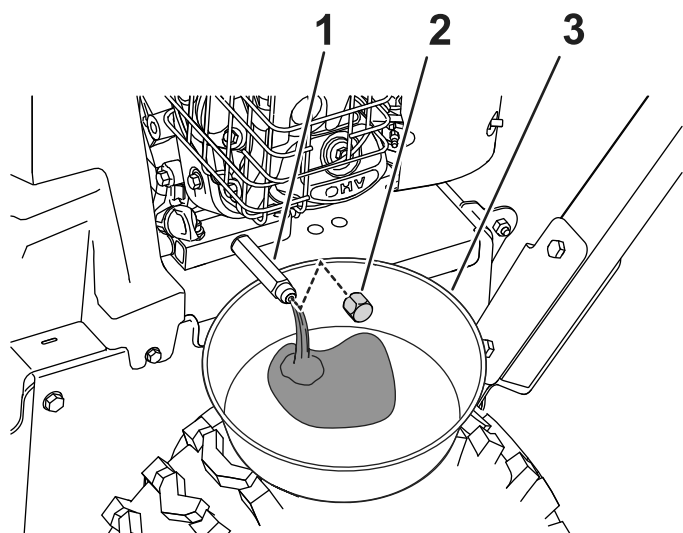

Bild 29
1. Stellen Sie eine Auffangwanne unter das Ablassanschlussstück und nehmen den Ölabblassdeckel ab (Bild 29).